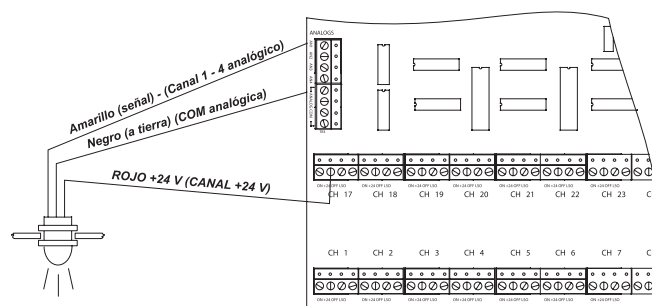

Figura 4. Cableado de la entrada analógica del ControlKeeper T
- Asegúrese de que los puentes remotos locales se hayan movido a la posición local (sobre las clavijas 2 y 3) para ambos puentes (J9 y J10), para permitir así que los 24 VCC lleguen a los canales del interruptor de bajo voltaje. Consulte la Figura 4 para ver la ubicación.
- Consulte los detalles de cableado en la Figura 4 para ver más detalles sobre las conexiones de la fotocélula analógica provista por Greengate en el sistema del ControlKeeper T.